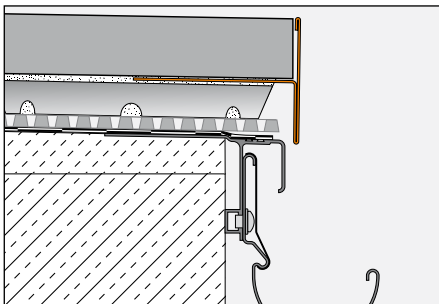

Abb. 3
3.3 Bei der Verwendung der Stelzlager Schlüter-TROBA-STELZ-MR (Abb. 3) wird das Profil BARA-RT / BARA-RTC in den Mörtelpunkt mit eingearbeitet. Das Abschlussprofil überdeckt den freien Rand der Belagskonstruktion. Anschließend werden die selbsttragenden Plattenelemente auf die Stelzlager verlegt.